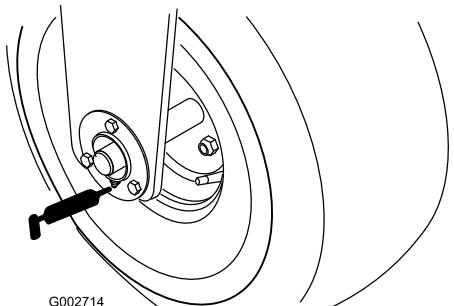

Figura 19
- Cojinete de la rueda delantera (1) (Figura 19)